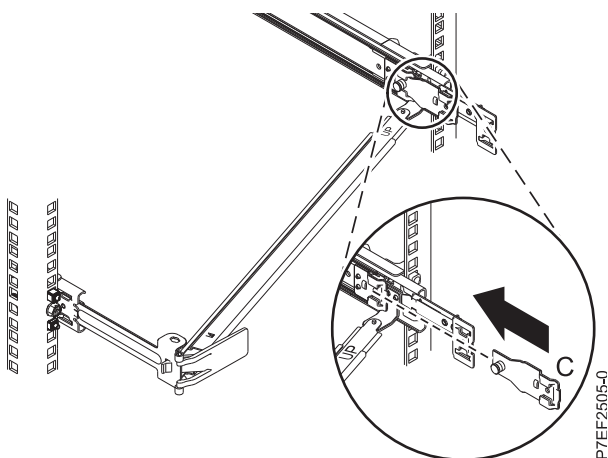

図 14. 取り付け金具をスライド・レールに取り付ける
6. ケーブル・マネージメント停止ブラケット **(B)** を右側スライドの内側のスロットに取り付けます。停止ブラケット **(B)** をスライド・レールに滑り込ませ、バネ式のピンが所定の位置に収まるまでスライドさせます。詳しくは、図 14を参照してください。